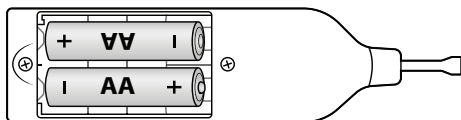

Fig. 1
- ◆ Abra el compartimento para pilas ④ de la parte posterior del fundidor ①.
- ◆ Coloque las pilas de la manera indicada en el compartimento para pilas ④ del fundidor ① (consulte la fig. 1).
- ◆ Vuelva a cerrar el compartimento para pilas ④.